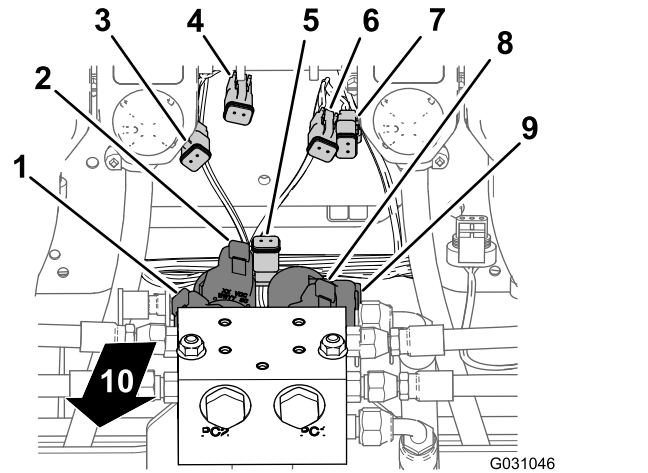
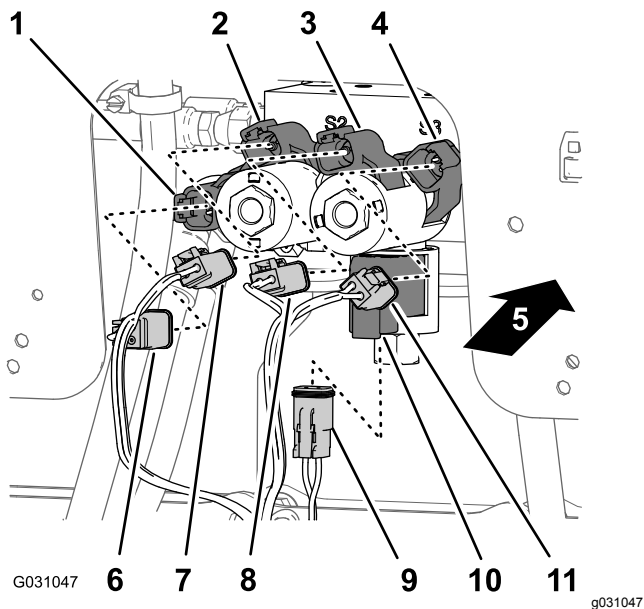

図 131
図 132
1. 昇降シリンダ用マニホルドの下部で、後方ワイヤハーネスのEnable Solenoidというラベルのついた2ソケットコネクタを、「イネーブル」ソレノイドの2ピンコネクタに接続する図 131と図 132。
- 右下のソレノイドで、後方ワイヤハーネスの**Right Down**というラベルのついた2ソケットコネクタを、右下ソレノイドの2ピンコネクタに接続する 図 131 と 図 132。
- 右上のソレノイドで、後方ワイヤハーネスの**Right Up**というラベルのついた2ソケットコネクタを、右上ソレノイドの2ピンコネクタに接続する 図 131 と 図 132。
- 左下のソレノイドで、後方ワイヤハーネスの**Left Down**というラベルのついた2ソケットコネクタを、左下ソレノイドの2ピンコネクタに接続する 図 131 と 図 132。